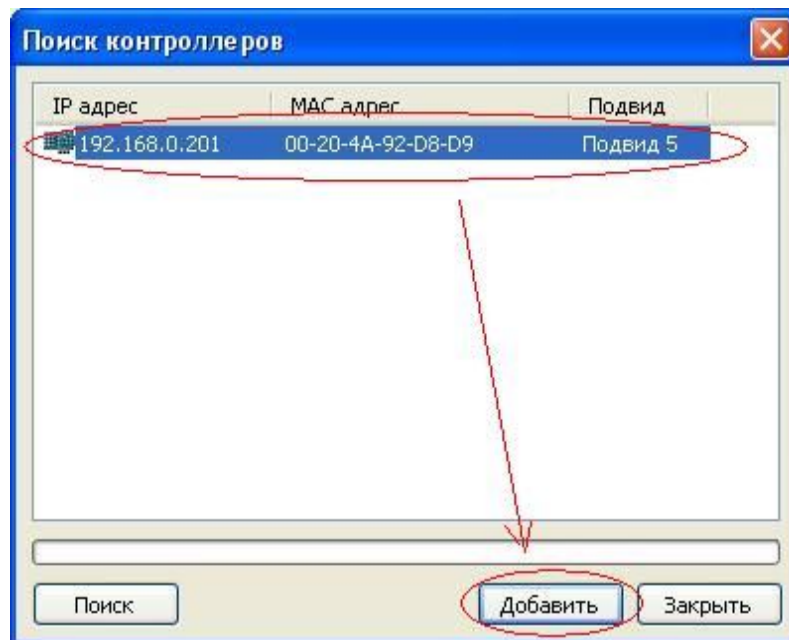

Рисунок 6 – Добавление контроллеров перечень конфигурируемых устройств
- 4) добавьте найденный контроллер в перечень конфигурируемых устройств (рисунок 6);